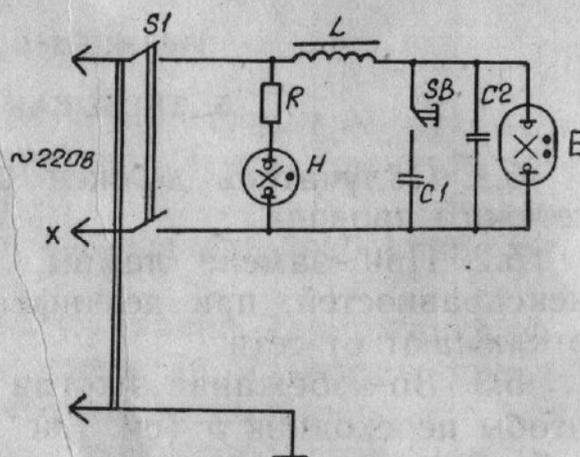

Рис. 3. Схема электрическая принципиальная
4.2. Схема электрическая принципиальная приведена на рис. 3.
Перечень элементов к рис. 3
10.4. Отыскание и устранение неисправностей, помимо перечисленных в разделе 9, производится общепринятыми методами ремонта электротехнической аппаратуры. При отыскании неисправностей следует пользоваться схемой электрической принципиальной (см. рис. 3).